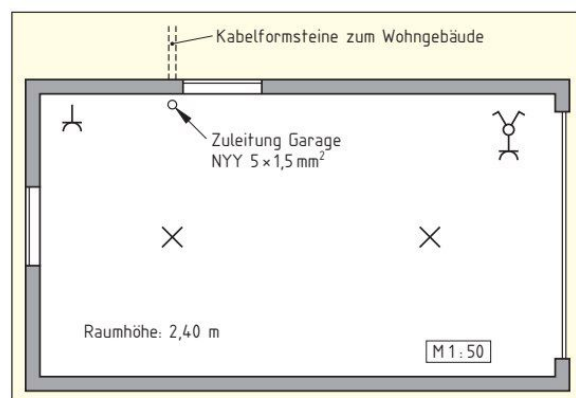

Bild 2: Grundrissplan der Fertiggarage
5. Mit welchem Mindestbiegeradius R (**Bild 2, Seite 62**) dürfen folgende Mantelleitungen gebogen werden: a) NYM 3 x 1,5 mm², b) NYM 7 x 1,5 mm² und c) NYM 5 x 10 mm²? Verwenden Sie zur Lösung die **Tabelle**.